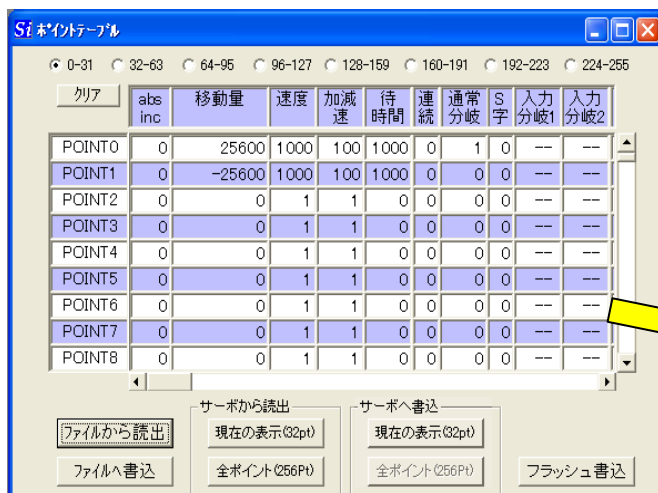

図8-6
- 10) 図8-6のプログラム例を実際に入力してみてください。